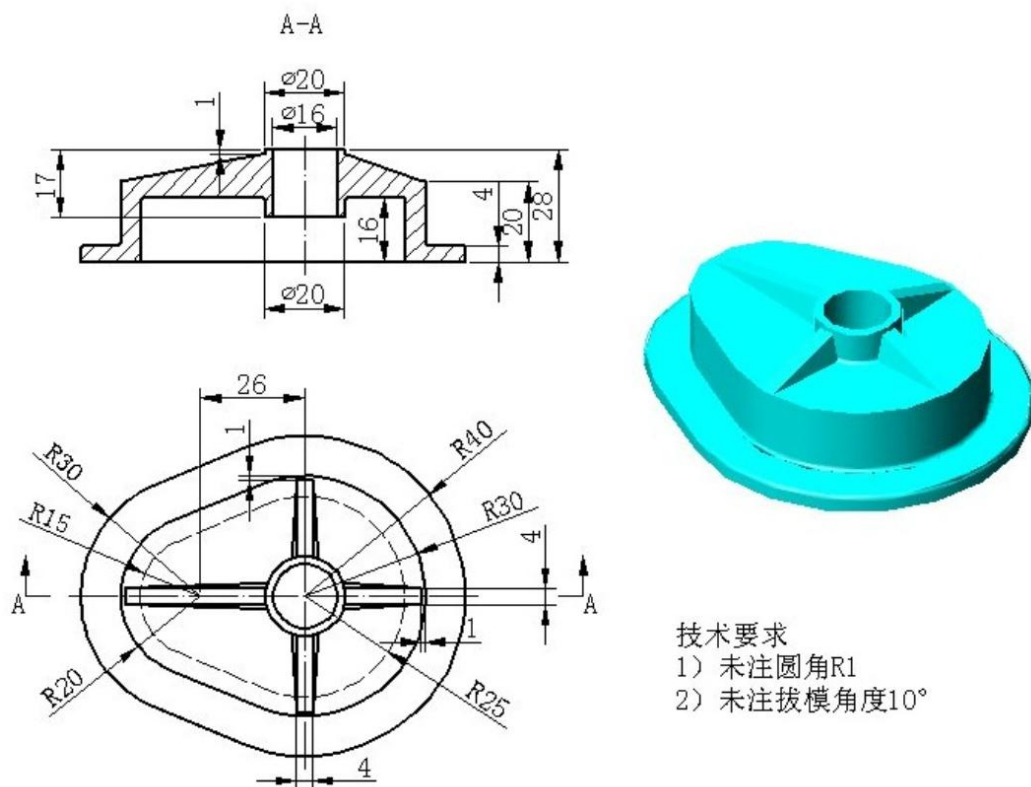

图 J1-5 三维零件 5
①在盘下建立考生文件夹，文件夹名称为“场次-工位号”，所有文件必须保存在考生文件夹中，否则记零分；
②文件名称为“J1-5”，保存在考生文件夹中；
③根据图 J1-5 所示尺寸完成三维建模；
④隐藏草图和创建的基准平面；
⑤考试过程中注意保存，考核结束时考试应立即停止操作，不得关闭电脑，离开考场。
(2) 实施条件